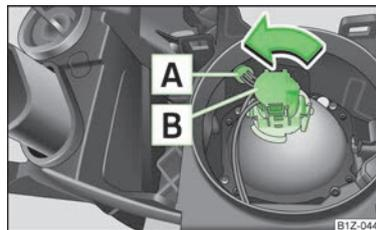

Fig. 162
- Para cambiar la bombilla de la **luz de cruce**, girar el conector con la bombilla **B** » fig. 162 hasta la tope **en el sentido contrario** al de las agujas del reloj y extraerlo.